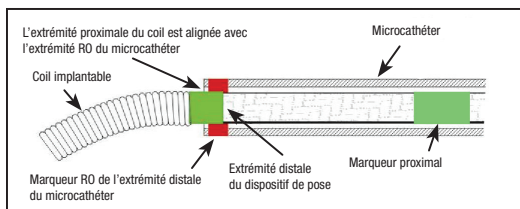

Figure 4 - Position des bandes de marquage pour le détachement
28. Avancer le coil dans le site désiré jusqu'à ce que le marqueur radio-opaque de l'extrémité proximale du coil soit aligné ou légèrement distal par rapport au marqueur RO de l'extrémité distale du microcathéter, en positionnant la zone de détachement juste à l'extérieur de l'extrémité du microcathéter. Voir la figure 4.